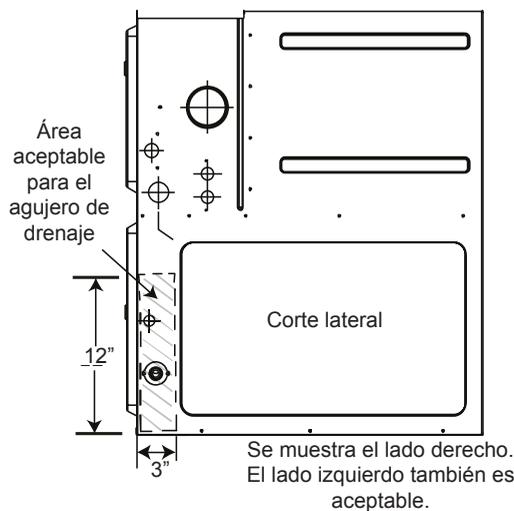

FIGURA 23
1. Localice e instale el acoplamiento de drenaje de tubo/ manguera de 45° desde el exterior del gabinete (el extremo dentado va en el gabinete) a través del orificio en el lado derecho del gabinete y fíjelo con dos tornillos autorroscantes #8 suministrados localmente (vea la Figura 23).
1. Instale el acoplamiento de drenaje de tubo / manguera de 45 grados desde el exterior del gabinete (el extremo dentado va en el gabinete) a través del orificio en el lado izquierdo del gabinete y asegúrelo con dos tornillos autorroscantes #8 suministrados localmente (vea la Figura 23).